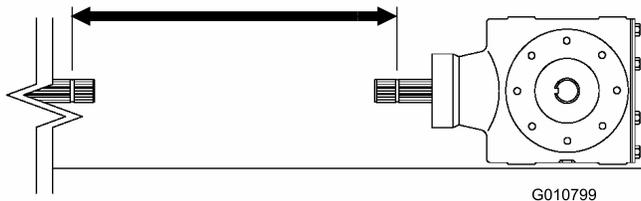
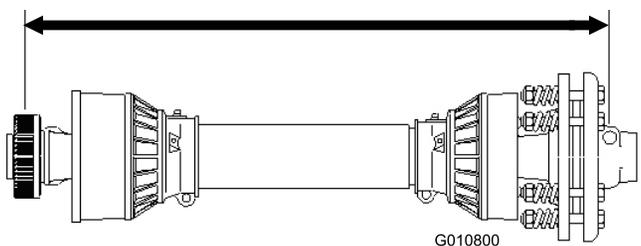

Figura 14
Figura 15
5. Misurate la distanza tra la scanalatura di bloccaggio sull'estremità dell'albero della presa di forza dell'unità motrice e la scanalatura di bloccaggio sull'albero della presa di forza della trasmissione dell'arieggiatore (Figura 14). Annotate questa distanza. Esempio: 70 cm.
6. Sull'albero della presa di forza misurate la distanza tra il centro della sfera del perno di bloccaggio su un lato, e il centro del perno di bloccaggio sull'altro lato (Figura 15). Annotate questa distanza. Esempio: 81 cm.
7. Scegliete la minore delle due misure indicate nella Figura 14 e nella Figura 12 e sottraetela dalla distanza indicata nella Figura 15. Esempio: 81 cm meno 67 cm uguale 14 cm.